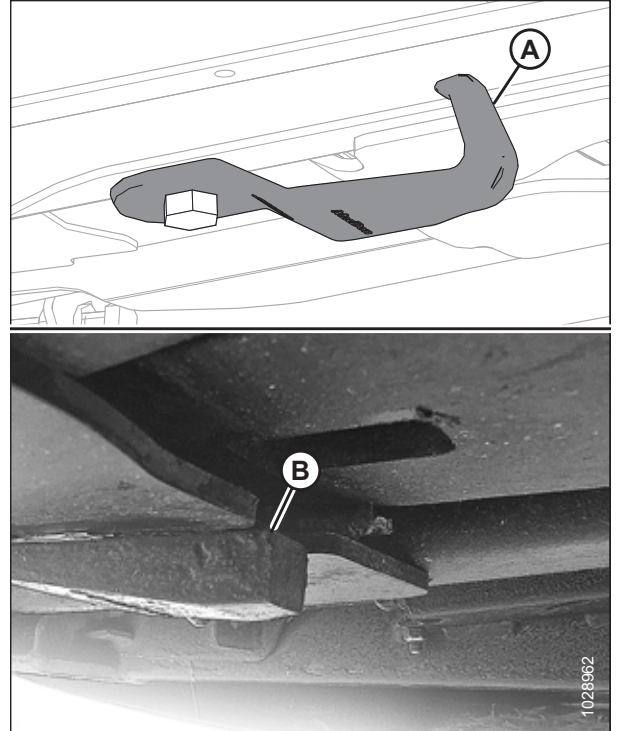

Figure 4.212: Crochets de sécurité de liaison
La figure 4.212, page 427 montre un crochet de sécurité non endommagé (A) et un autre endommagé (B). Un crochet de sécurité étiré n'est pas illustré.